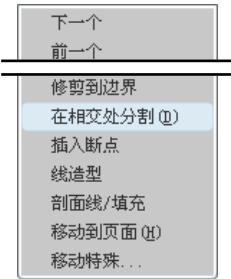

图 4.7.2 快捷菜单
Step2. 选择 **草绘** → **在相交处分割** 命令（或者选中一个图元后右击，在弹出的图 4.7.2 所示的快捷菜单中选择 **在相交处分割** 命令）。